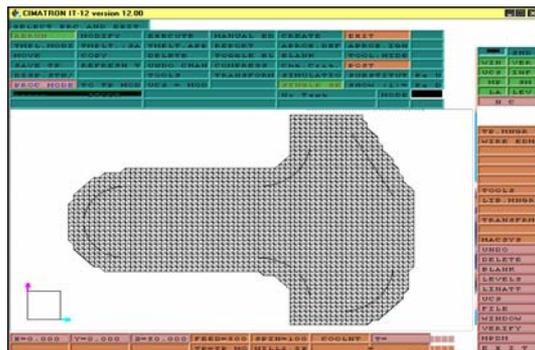
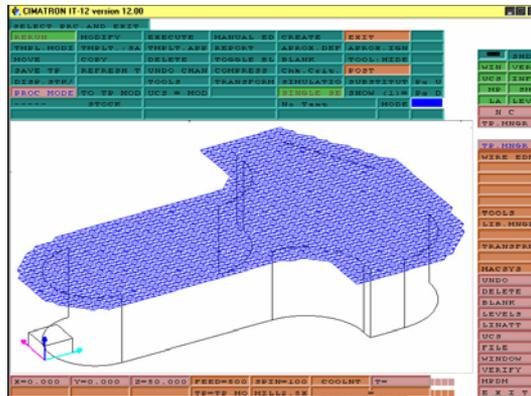

Рисунок 29
Рисунок 30
21. Результат (рис.29,рис.30).